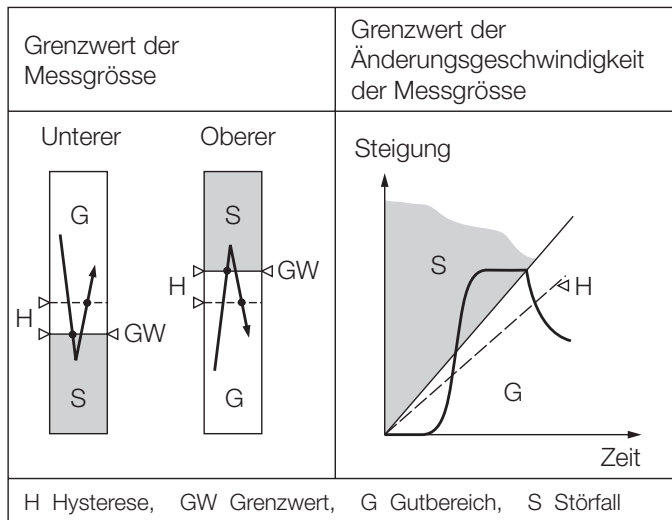

Bild 4. Schaltverhalten, je nach Grenzwert-Typ.
- Unterer GW der Messgröße (siehe Bild 4, links)
- Oberer GW der Messgröße (siehe Bild 4, links)
(siehe Bild 4 rechts)